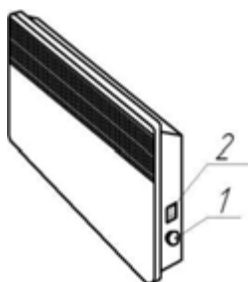

Рис.6 Розміщення органів керування конвекторів (IP20)
5.7 Переведіть клавішу вимикача (клавіші ступінчастого регулятора потужності) у відключене положення «0», ручку термостата встановіть в положення «*» (сполучіть знак «*» на ручці з міткою на корпусі конвектора або блоку керування). Конвектор готовий до роботи (розташування органів керування конвектором наведено на рис. 6, 7).